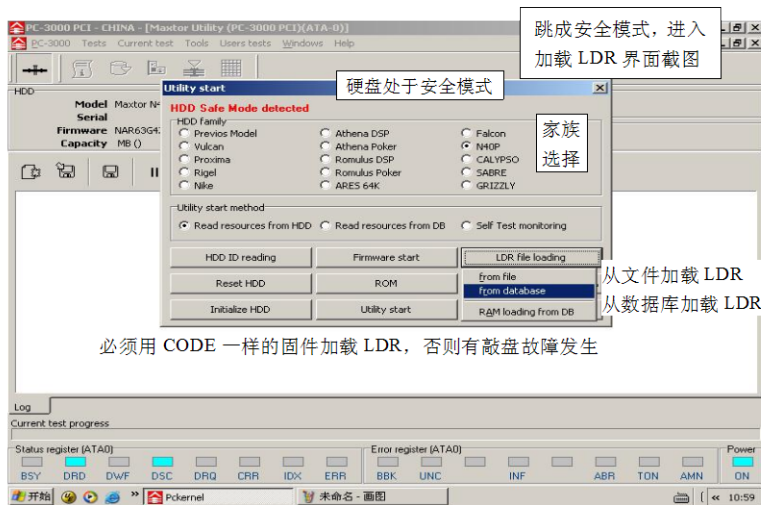

图 7-6 从文件加载 LDR 的方法
(3) 硬盘处于安全模式，从文件加载 LDR 的方法如图 7-6 所示。